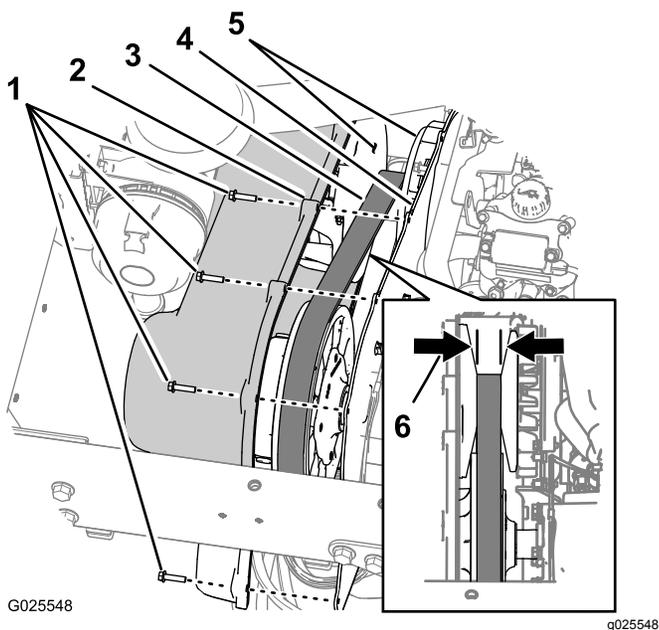

Рисунок 63
1. Выверните 9 болтов с шестигранными головками с буртиком (1/4 x 1 дюйм), которые крепят крышку коробки передач к монтажной пластине коробки передач (Рисунок 63).
- Сдвиньте крышку вперед, чтобы можно было увидеть ремень привода (Рисунок 63).
- Проверьте конические плоские грани первичной муфты сцепления на отсутствие признаков повреждений (Рисунок 63).
- Проверьте ремень привода, нет ли недостающих или поврежденных зубцов (Рисунок 63).
- Измерьте ширину ремня и запишите ее (Рисунок 63).
Примечание: Если ширина ремня составляет 29,5 мм или меньше, замените ремень (Рисунок 63).
- Совместите отверстия в крышке коробки передач с отверстиями в монтажной пластине (Рисунок 63).
- Прикрепите крышку к монтажной пластине (Рисунок 63) с помощью 9 болтов с шестигранными головками с буртиком (1/4 x 1 дюйм), снятых при выполнении пункта 1, и затяните болты с моментом от 10,2 до 12,4 Н·м.